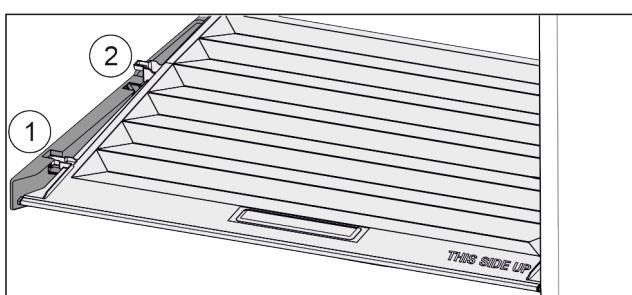

Fig. 89
- Vytáhněte víko dopředu až k otvoru v přídržných dílech Fig. 89 (1).
- Vzadu zespodu nadzvedněte a vyjměte směrem nahoru Fig. 89 (2).